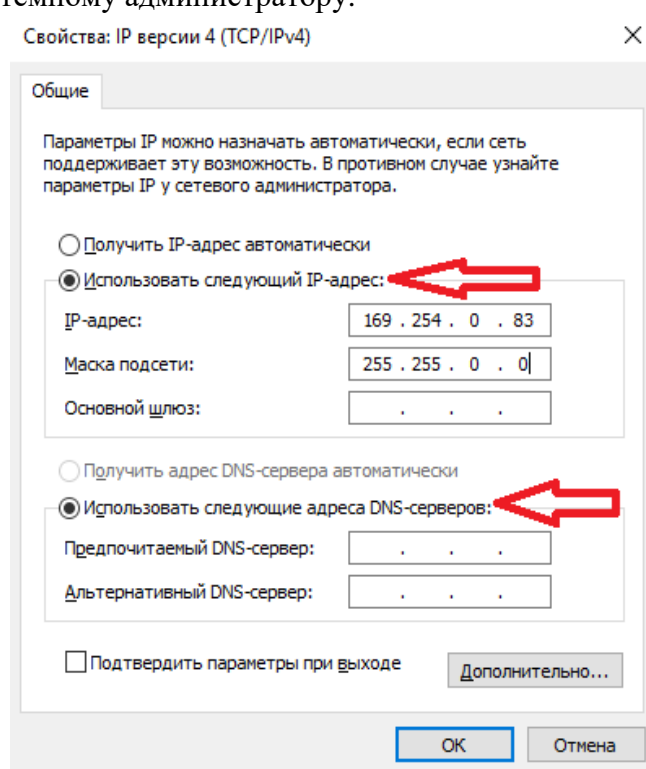

Рисунок 6.1.7 Настройка статического Ip-адреса
- Во вкладке «Общие» включить параметры: «Использовать следующий Ip-адрес» и «Использовать следующие адреса DNS-серверов», рисунок 6.1.7.